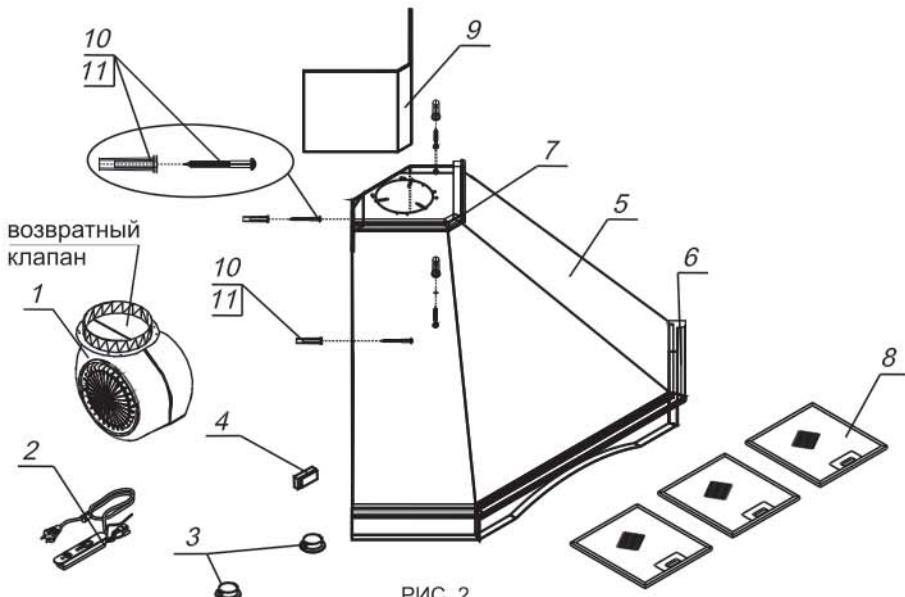

РИС. 2
6.1.1 Прежде чем навесить зонт, необходимо верхнее деревянное обрамление (поз. 7, рис. 2) приклейте к корпусу зонта (поз. 5, рис. 2). Снимите защитную пленку с двухсторонней самоклеящейся ленты, которая наклеена на обрамлении, затем приклейте обрамление к корпусу зонта .
- просверлите в стене через прокладку четыре отверстия для установки дюбелей Ø8 мм (поз.10, 12; рис. 2) и забейте их;
- дополнительно закрепите зонт двумя винтами (поз. 13, рис. 2);
1.4 Перед эксплуатацией вытяжного зонта убедитесь в том, что возвратный клапан, расположенный на горловине вентилятора (рис. 2), имеет свободный ход (легко поднимается вверх и опускается).